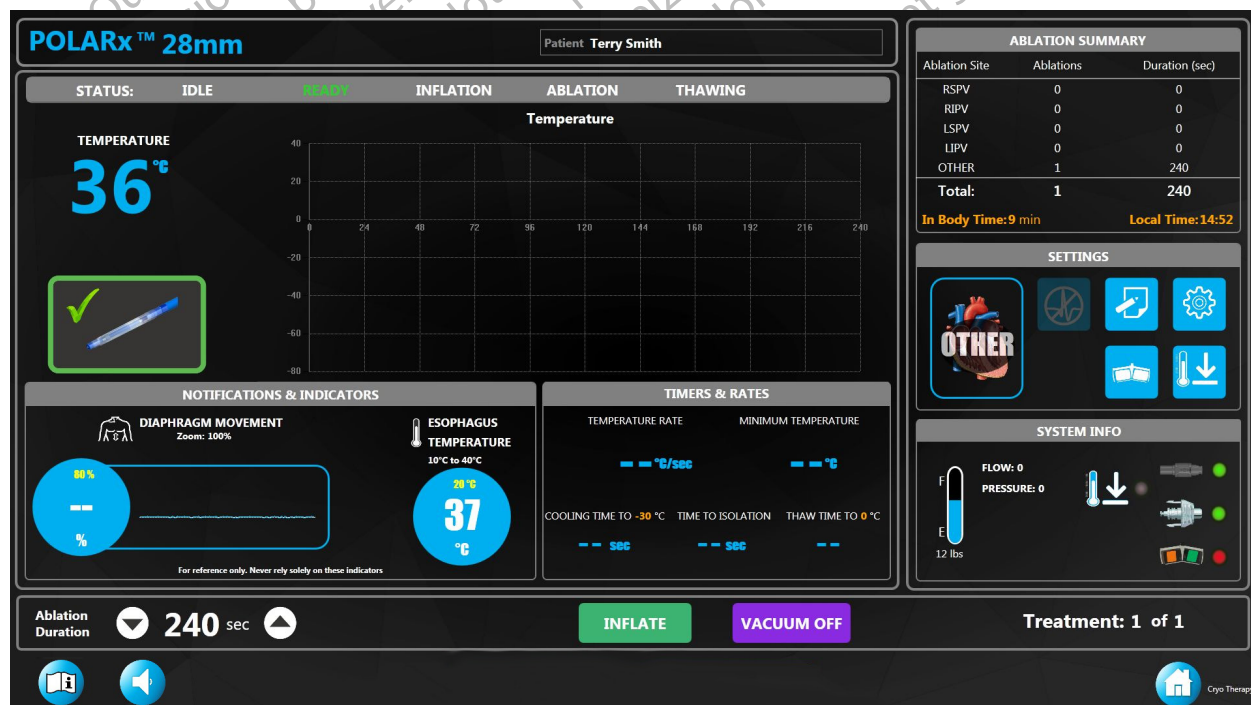
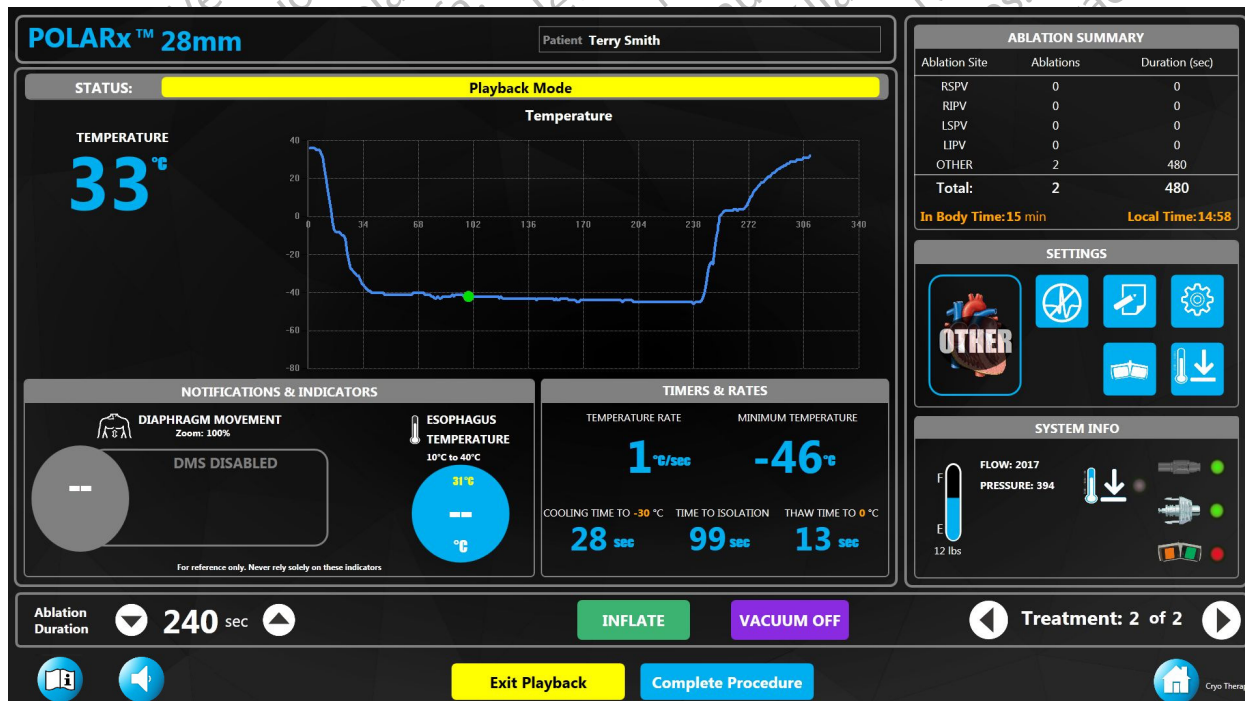

Figura 15. Starea PREGĂTIT
Figura 16. Modul redare
- Apare butonul PLAYBACK (Redare) și permite verificarea datelor din ablațiile anterioare. Apăsăți pe butonul PLAYBACK (Redare) pentru a intra în modul de Redare, afișat în Figura 16.
- Utilizați săgețile de tratament (Figura 16) pentru a afișa datele din tratamentele anterioare în cadrul procedurii actuale.
1. Când tratamentul este finalizat, apăsați pe butonul Complete Procedure (Finalizare procedură) de pe ecranul de terapie (Figura 15) sau de pe ecranul de redare (Figura 16).